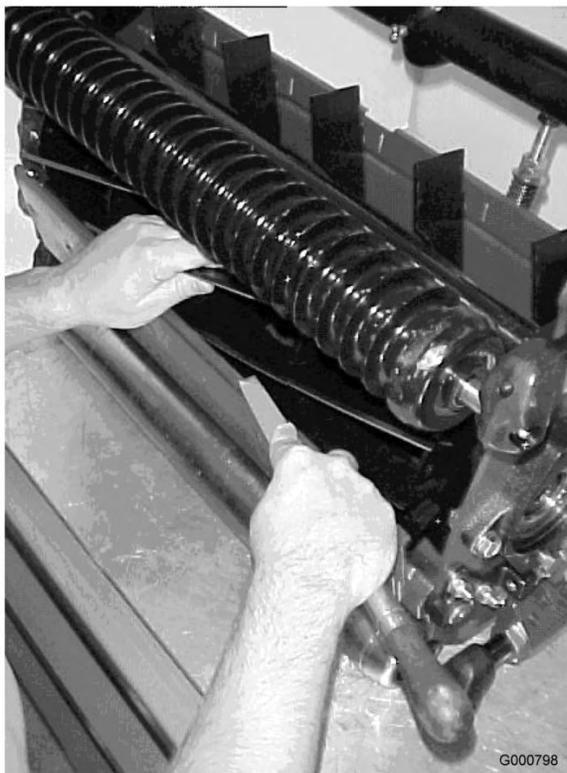

Figura 84
11. Quando l'elemento di taglio è adeguatamente affilato, sul tagliente anteriore della lama si forma una sbavatura. Rimuovetela con cautela usando una lima, senza smussare il tagliente (Figura 84).